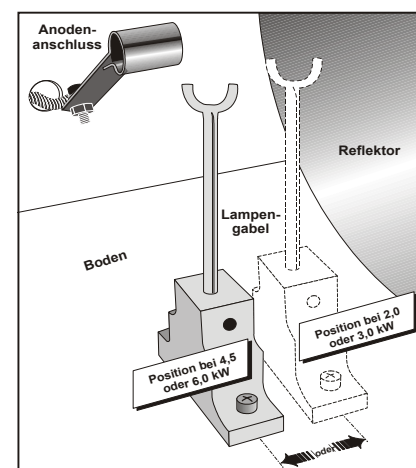

Abbildung 3-19 Position der Lampengabel
- Für 2,0- oder 3,0-kW-Lampen bewegen Sie die Gabel etwa 2,5 cm näher an den Reflektor heran (**Abbildung 3-19**).